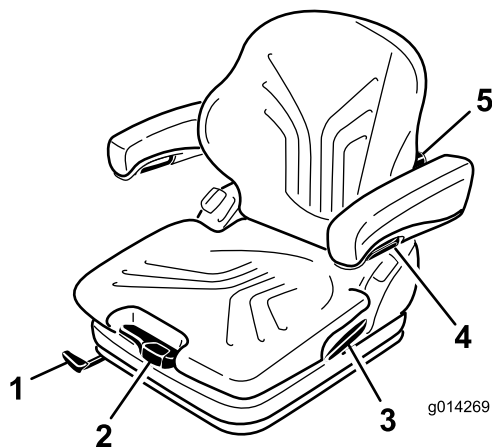

図 22
そして、体重調整レバーを使って、運転する人の体重に合わせます [図 22]。
1. 調整は、レバーを引き上げてシートのロックを解除して行います [図 22]。
調整ノブを上に戻すと背もたれの上部の湾曲の調整ができます。調整ノブを下に戻すと背もたれの下部の湾曲の調整ができます [図 22]。
アームレストの高さを調整するには、カバーについている丸いキャップ [図 22] を外し、裏側にある六角ナット (3 mm) をゆるめて高さを調整し、その位置でナットを締めつけます。ナットにキャップを取り付けます。
アームレストの角度はノブを回して調整します [図 22]。
ロックレバーを引いてバックレストキャッチを外します [図 22]。この時、背もたれにもたれかかるなどして力を掛けないようにしてください。